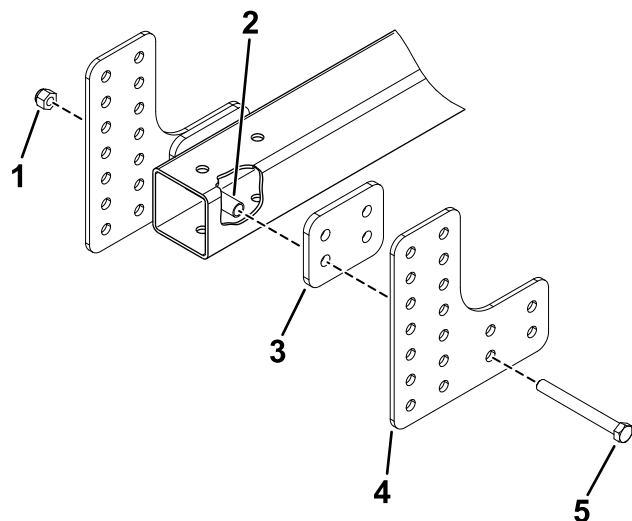

Figur 2
2. Plasser malen på tilhengerkoblingsarmen slik at den hviler på toppen og er på linje med enden (Figur 2).
3. Bruk malen til å finne og merke de to hullplasseringene (Figur 2) på hver side av tilhengerkoblingsarmen.